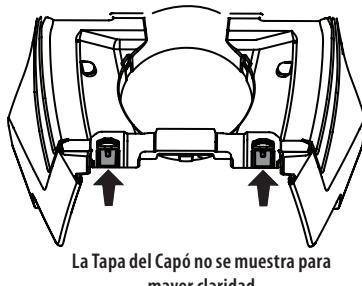

Figura 7
- Una vez que la tapa del capó está en su lugar, las dos lengüetas de traba que están cerca del capó deben ser tiradas hacia arriba para tratar la tapa del capó en su lugar. Consulte la Figura 7.